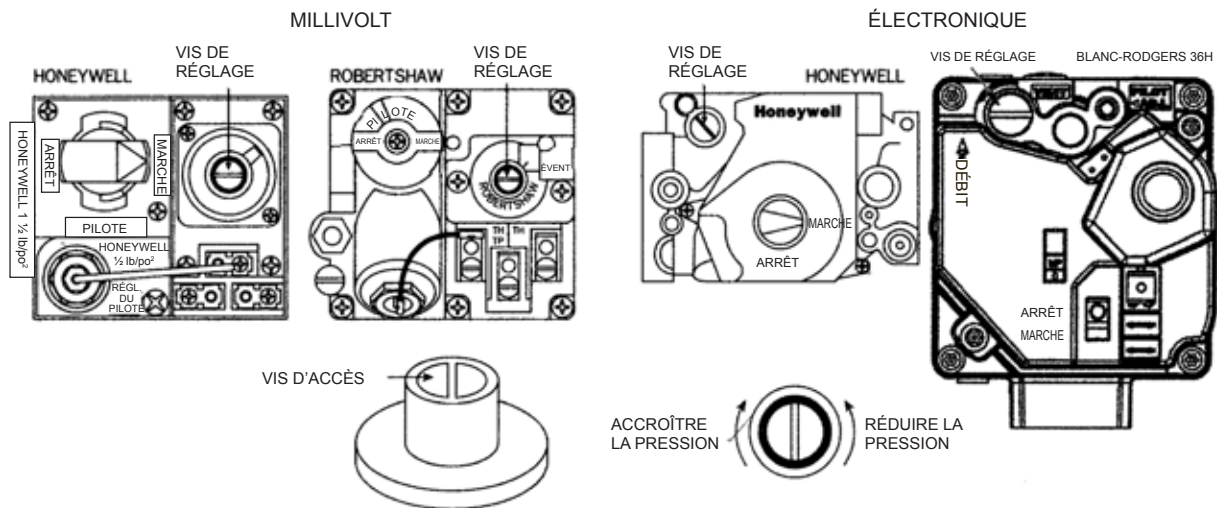

Figure 36: Vis de réglage de la soupape
2. Tourner la vis de réglage du régulateur dans le sens des aiguilles d'une montre pour accroître la pression et dans le sens inverse pour la réduire. Remettre la vis d'accès en place. Voir la figure 36.